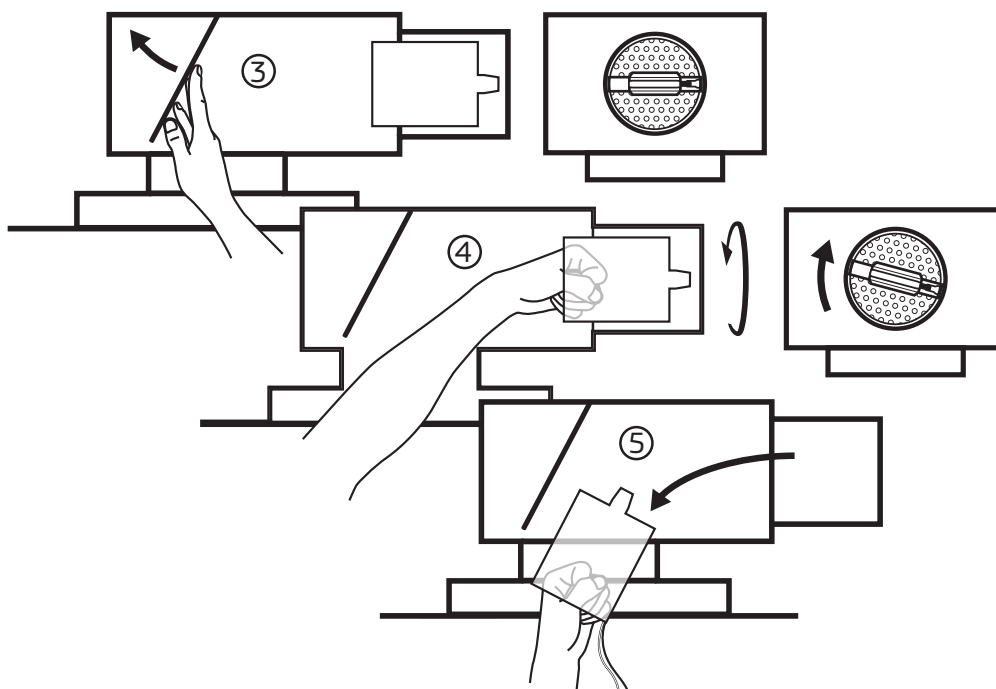

Bild 1. Demontering av uttagbart spjäll i tryckfördelningslåda TK.
- Se steg-för-steg förfarande i bild 1 för demontering i samband med rensning av trycklåda och kanalsystem.
- 3) Lossa trycklådans fördelningsplåt genom att vrida låsmekanismen på varje sida av plåten och därefter fälla den åt sidan, bort från spjällinsatsen, se bild 1.